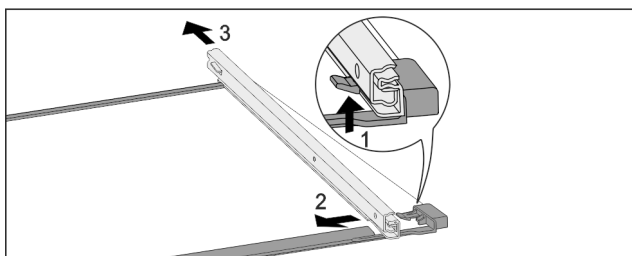

Fig. 190 Staklena ploča s vodilicama
- ▶ Prednji uskočnik pritisnite prema gore. Fig. 190 (1)
- ▶ Izvlačnu vodilicu povucite u stranu Fig. 190 (2) i prema natrag Fig. 190 (3).